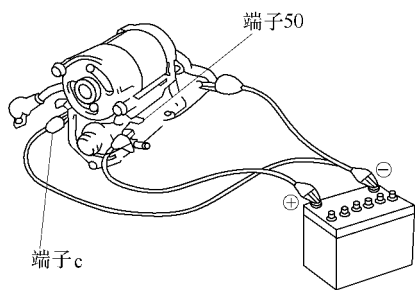

图 6-28 将蓄电池接到电磁开关上
(1) 进行拉入试验。从端子 c 脱开磁场线圈导线，按图 6-28 所示将蓄电池接到电磁开关上，检查离合器小齿轮是否向外伸出。